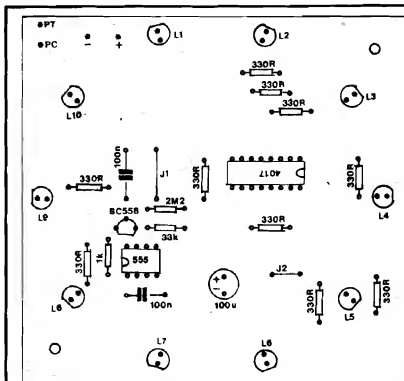

Fig. 2
- FIG. 2 - LAY OUT DO CIRCUITO IMPRESSO ESPECÍFICO - Em montagens com a estrutura do SPLIC, o lay out do Circuito Impresso torna-se muito mais importante do que normalmente já é, uma vez que o próprio display de LEDs encontra-se incorporado "da placa pra fora" são muito simples resumindo-se nas conexões de alimentação (atenção à polaridade - como sempre...) e duas conexões ao potenciômetro (única peça do circuito que não fica diretamente sobre o Impresso...). Quanto a este, observar que - na figura - o dito cujo é visto à placa "mãe"... Assim, recomenda-se ao Leitor/Hobbysta o máximo de atenção e cuidado na elaboração/confeccção do impresso, procurando basear-se rigorosamente nas dimensões e distribuições mostradas na figura (em tamanho natural, escala 1:1...). Embora seja possível "inventar" um pouco, em termos de lay out, qualquer tentativa de "sair do padrão" poderá resultar em visuais pouco atrativos, ou mesmo em sérios problemas de interligação (notadamente no que diz respeito aos LEDs...). Quem optar pela prática aquisição do SPLIC em KIT, levará óbvias vantagens, uma vez que receberá a placa prontinha, protegida, com o chapeado demarcado em silk-screen e outras "mumunhas facilitantes"... De qualquer modo, não é um "animal heptacéfalo" (bicho de sete cabeças...) e pode ser feita pelo Leitor, em casa, sem grandes problemas... Aos "começantes", recomendamos observar as INSTRUÇÕES GERAIS PARA AS MONTAGENS, encartadas em todo exemplar de APE, lá nas primeiras páginas da Revista...